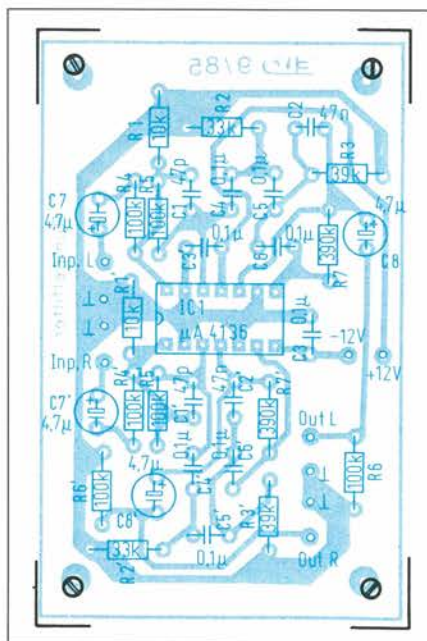

**Figura 1. Ecco come funziona un filtro passa-alto: sono chiaramente riconoscibili le pendenze.**
controllo dell' "Anti-Plop", con il suo interruttore generale. Dopo la chiusura del suddetto interruttore, e dopo un breve ritardo, la tensione di rete arriva all'amplificatore, ma ci vorranno ancora alcuni secondi perché il segnale arrivi anche agli altoparlanti. Per lo spegnimento avviene l'inverso, e niente più "Plop". Il collegamento avviene al secondario: vale a dire che il piccolo trasformatore incapsulato, montato nella nostra scatola è costantemente sotto tensione (attenzione a questo fatto quando volete aprire l'apparecchio: la spina deve essere sempre estratta dalla presa). Vediamo ora come è possibile ottenere il risultato prima descritto. Quando si tratta di interrompere, con un contatto efficace, forti correnti a bassa frequenza, un relé è sempre la soluzione migliore. Ognuno di questi relé è corredato del proprio circuito a transistor, che funziona nel seguente modo: All'attivazione (mediante S1 di Figura 1), C1 viene rapidamente caricato tramite D2, T1 passa in conduzione con altrettanta rapidità ed il relé viene attivato. Allo spegnimento, D2 è polarizzato inversamente e C1 si scarica molto più lentamente, attraverso T1: il relé Rel 1 viene diseccitato con un certo ritardo. R3 ha soltanto il compito di limitare la corrente di base. Questo è tutto per il relé che interrompe la tensione di rete.
**Figura 1. Occorrono soltanto due circuiti R-C, due transistori e due relé, per fare in modo che le vostre casse acustiche non facciano "Plop"; questa soluzione serve anche a prolungare la loro durata.**
Dopo molti esperimenti, è stato messo a punto lo schema di Figura 1, e l'antenna attiva così costruita è stata collaudata unitamente ai ricevitori R1000, FRG7700 ed altri apparecchi per l'ascolto amatoriale sulle onde corte. Nelle gamme delle onde lunghe, medie e corte, i risultati sono almeno uguali a quelli ottenuti con un'antenna a filo o ground plane. Per installare questa antenna attiva occorre fare attenzione a non montarla nei punti dove sia presente un'elevata densità di disturbi, per esempio vicino ai ricevitori televisivi.